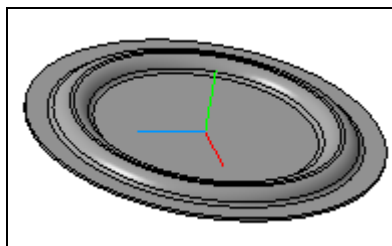

Рис. 41.14. Буртик на листовой детали
- ◆ нажмите кнопку **Создать объект**. Буртик на листовой детали создан. У вас должно получиться, как на рис. 41.14. В Дереве модели появится новый элемент **Буртик** с соответствующей пиктограммой.